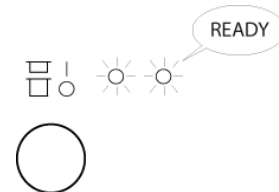

Abb. 28
- Die Aufheizungsphase ist beendet, wenn die Kontrolllampe in der Position "E" - Spülmaschine ist zum Waschen bereit - aufleuchtet. (Abb. 28)